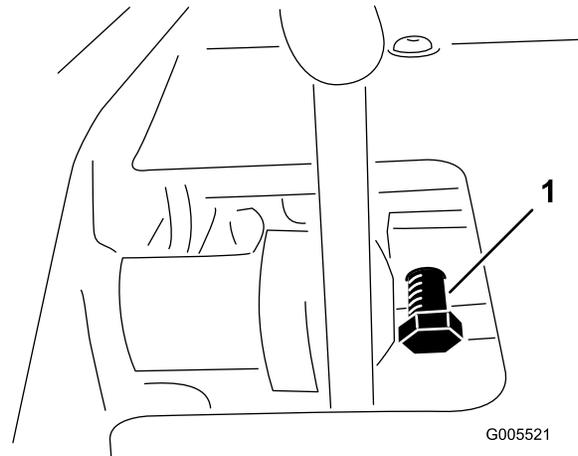

Figura 53
1. Liberte a porca de aperto do parafuso do bloqueio do pedal (Figura 53).